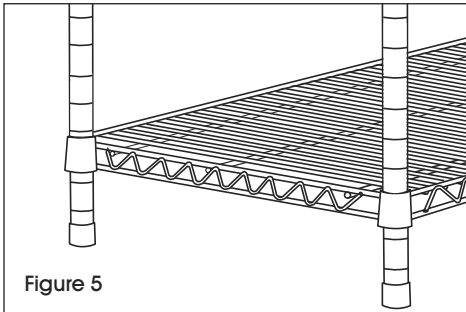

Figure 5
3. Stand unit upright. Gently tap shelf down to secure it. (See Figure 5)
3. Placez l'unité à la verticale. Tapotez délicatement la tablette vers le bas pour le fixer. (Voir figure 5)